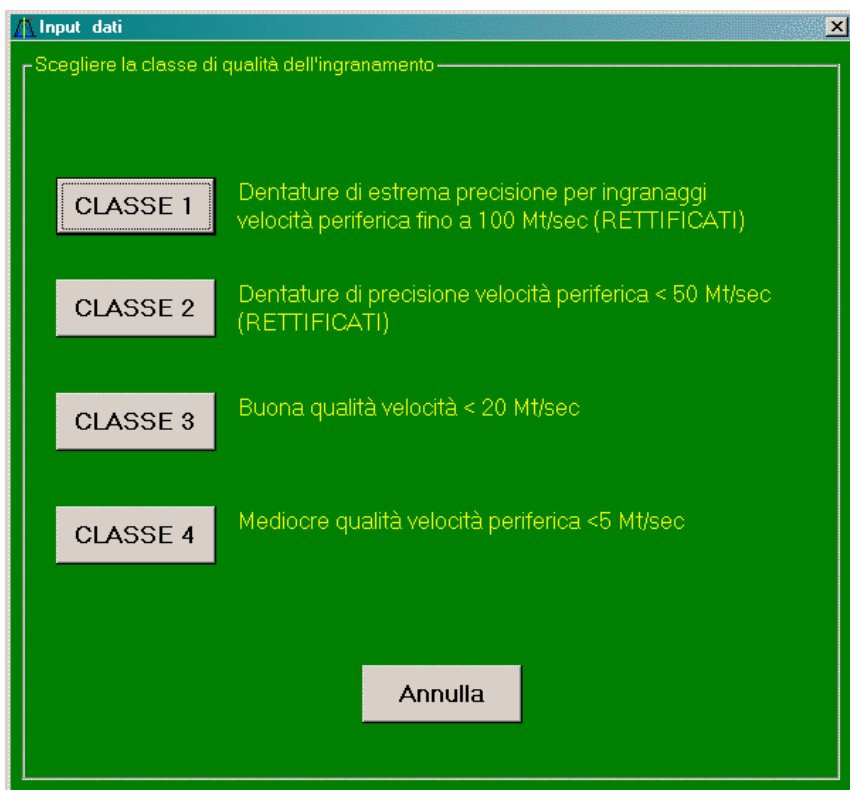

fig.5
■ Finestra di introduzione Classe di precisione (fig.5)